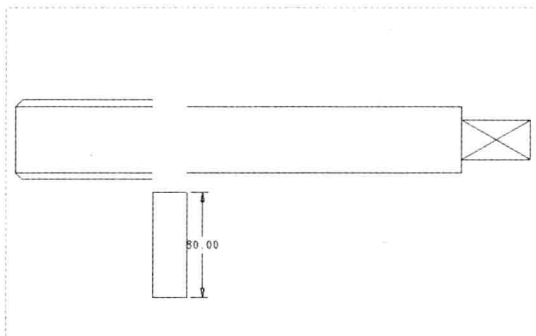

图 3-77 图形文件
Step 01 按【Ctrl+O】组合键，打开图形文件，如图 3-77 所示。